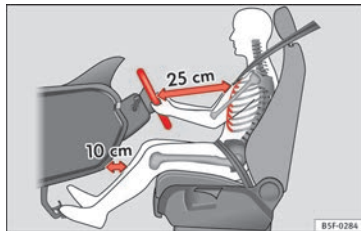

Fig. 91 La distanza corretta tra il conducente e il volante
- Regolare la posizione del volante in modo tale che la distanza tra il volante stesso e il torace sia di almeno 25 cm » **fig. 91.**
- Posizionare il sedile di guida in modo tale che tra lo sterzo del conducente e il centro del volante ci sia una distanza di almeno 25 cm » fig. 91. Se si sta seduti a meno di 25 centimetri di distanza non si può essere protetti con adeguata efficacia dal sistema degli airbag.